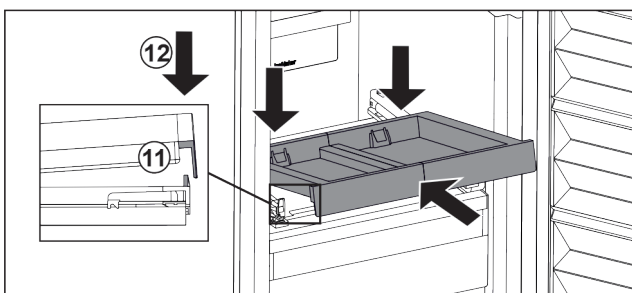

Fig. 84
- ▶ Gurnite ukoso na to da je na obje strane graničnik iza jezička. Fig. 84 (11)
- ▶ Spustite izvlačnu ploču naprijed. Fig. 84 (12)